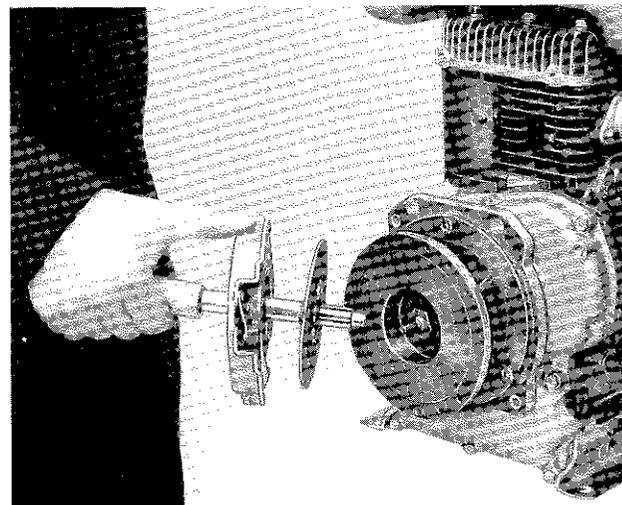
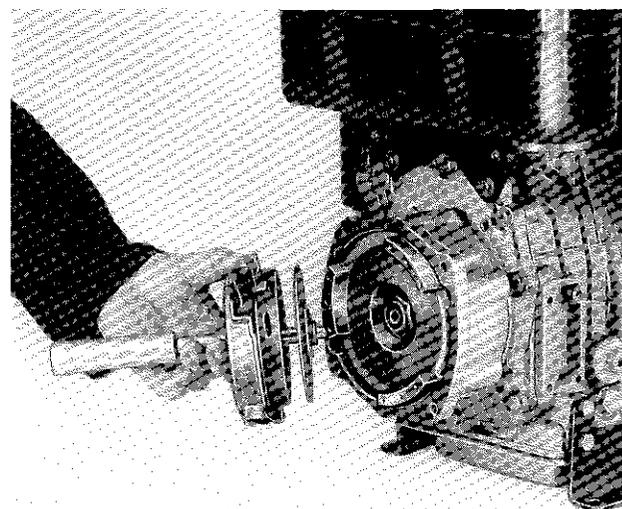

Fig. 6 - Montaggio frizione monodisco
Fig. 7 - Montaggio frizione bidisco
- fissare sul volano (coppia di serraggio viti 0,8 Kgm) il meccanismo 3 completo di disco 4 (due per modelli 500 - 510 - 565), mantenendo in guida il disco, con la spina di centraggio 3.7981.071 (vedi fig. 6 per monodisco e fig. 7 per bidisco);